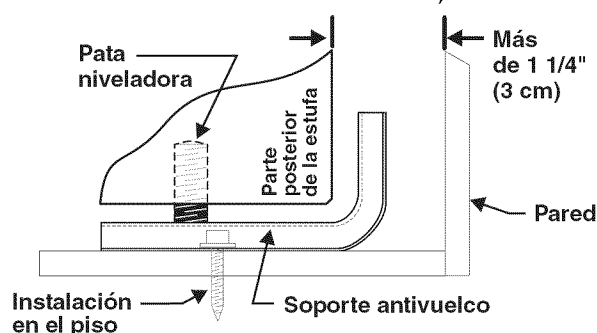

Fig 20
- Para montaje en el piso (Fig. 20), ubique el soporte colocando el borde trasero de la plantilla donde quedará ubicada la parte trasera de la estufa. Marque la ubicación de los agujeros de los tornillos mostrados en la plantilla.
- Si tiene moldura instalada y ésta no permite que el soporte quede a ras contra la pared, retire la moldura o instale el soporte en el piso (Fig 20).